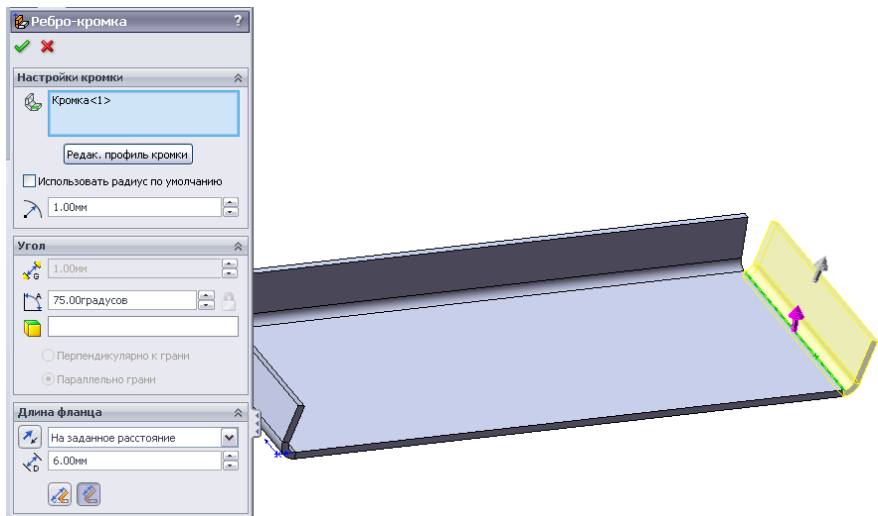

Рисунок 9.39 - Побудова ребра-крайки під кутом 75°
9. Аналогічним чином побудуємо ще одне ребро-крайку, тільки під кутом 75° (рис. 9.39).